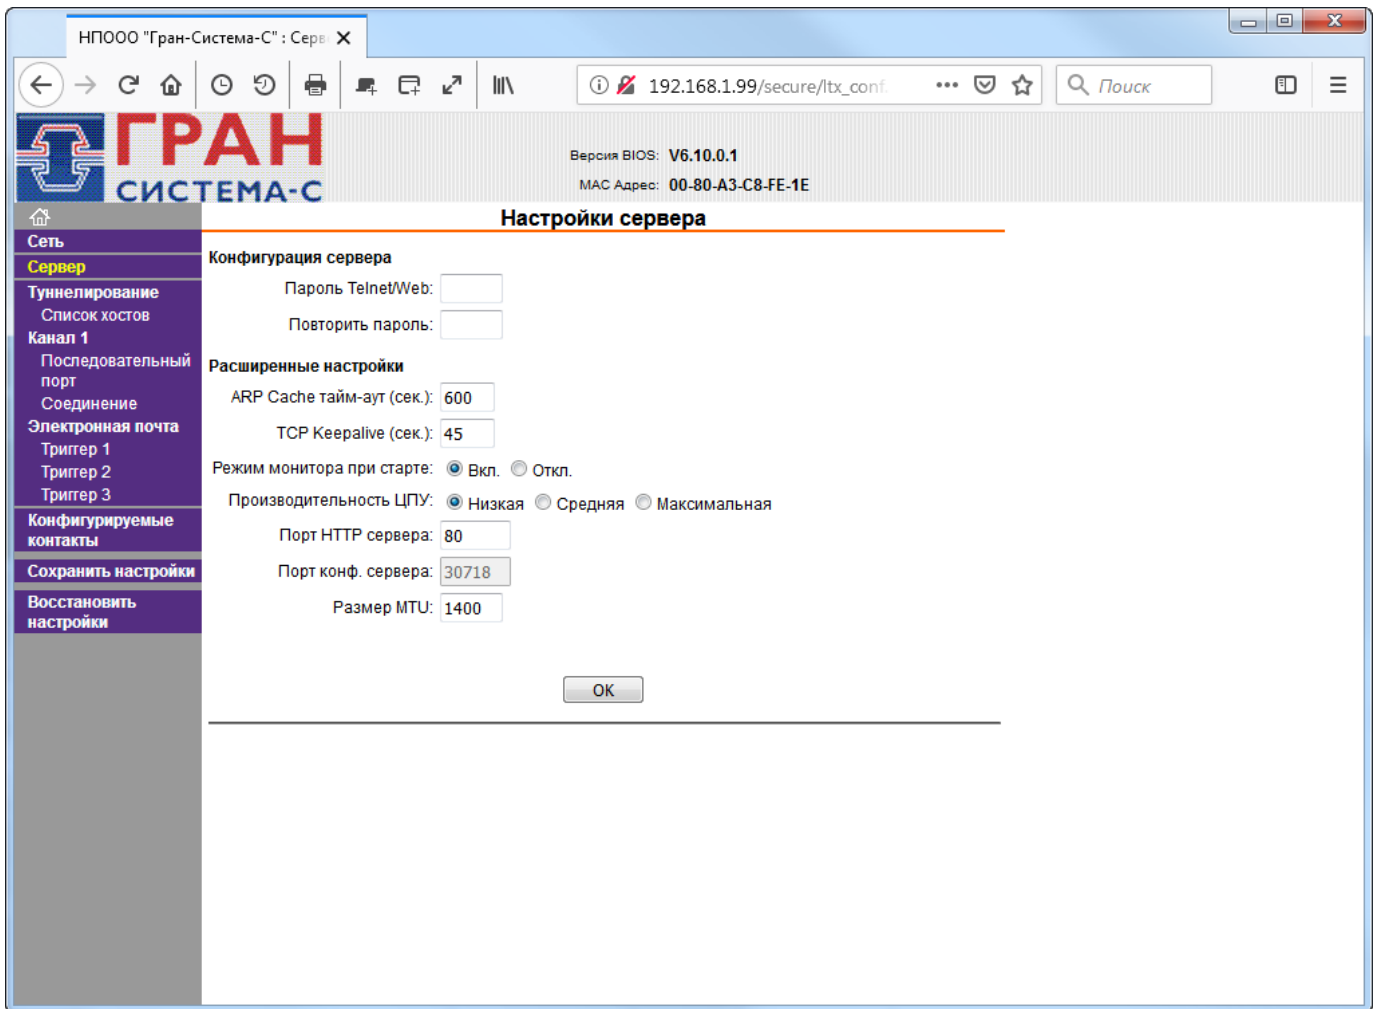

Рисунок 3.5 – Меню «Настройки сервера»
- **«Сервер»** – для настройки параметров сервера и установки пароля (рисунок 3.5). Указывается пароль для доступа к WEB-интерфейсу и по протоколу Telnet;